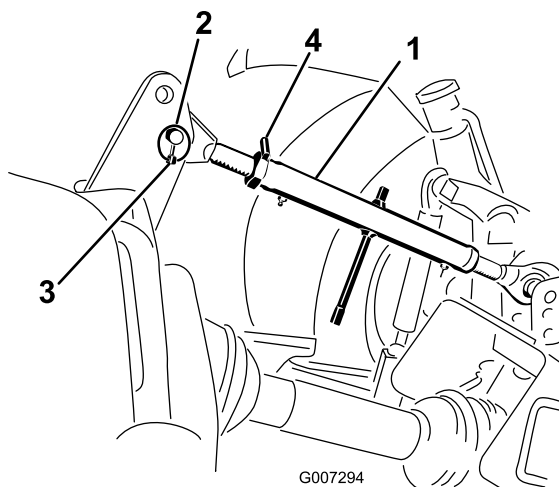

Figure 6
1. Connectez le bras de liaison supérieur au trou inférieur du support et fixez-le avec un axe d'articulation et une goupille à anneau (Figure 6).
3. Tournez le bras de liaison supérieur pour serrer la liaison. Réglez jusqu'à ce que l'avant du châssis de l'aérateur soit à 90 degrés par rapport à l'horizontale (Figure 6).